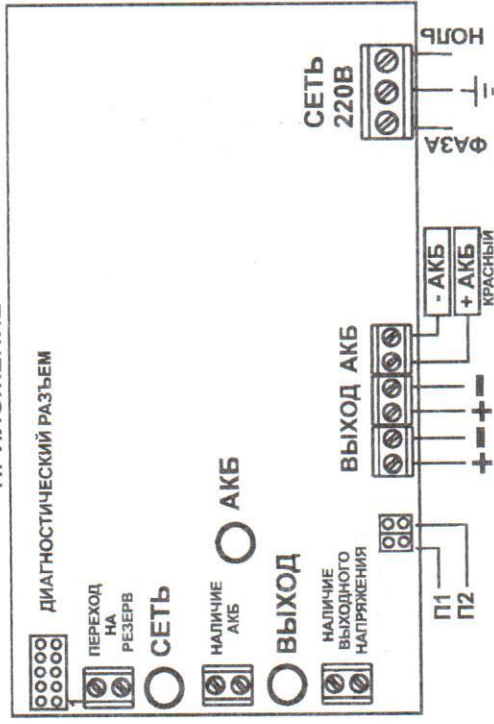

Рисунок 1. Вид источника с открытой крышкой (схема подключения)
- выдачу информационных сообщений «Переход на резерв», «Наличие АКБ», «Наличие выходного напряжения» посредством переключения контактов реле. Выдача информационного сообщения «Переход на резерв» осуществляется с задержкой, определяемой положением переключателя П1 и П2 (см. рисунок 1 Приложения). Соответствие задержки положению переключателя показано в таблице 8 Приложения;
Источник представляет собой стабилизированный источник питания, размещенный в металлическом корпусе со съемной крышкой. При открытой крышке (см. рисунок 1 Приложения) осуществляется доступ к печатной плате с установленной на ней выходными колодками, сетевой колодкой, колодкой для подключения АКБ, диагностическим разъемом и разъемами с релейнными выходами. Под пластиковым окном крышки корпуса расположены индикаторы «СЕТЬ» зеленого цвета, «АКБ» зеленого цвета и «ВЫХОД» зеленого цвета, свидетельствующие о состоянии работы источника.
Нагрузка подключается к колодке «ВЫХОД». Подключение нагрузки следует производить в соответствии с полярностью (см. схему подключения рисунок 1 Приложения).
Источник оснащен диагностическим разъемом (см. рисунок 1 Приложения), на который выведены напряжение выхода, напряжение клемм АКБ, сигнал о наличии сети, напряжение для питания внешнего устройства. Назначение контактов разъема и уровни напряжений см. таблицу 7 Приложения.
Подключение источника производится при отключенном сетевом напряжении и открытой крышке (см. рисунок 1 Приложения) в следующей последовательности: